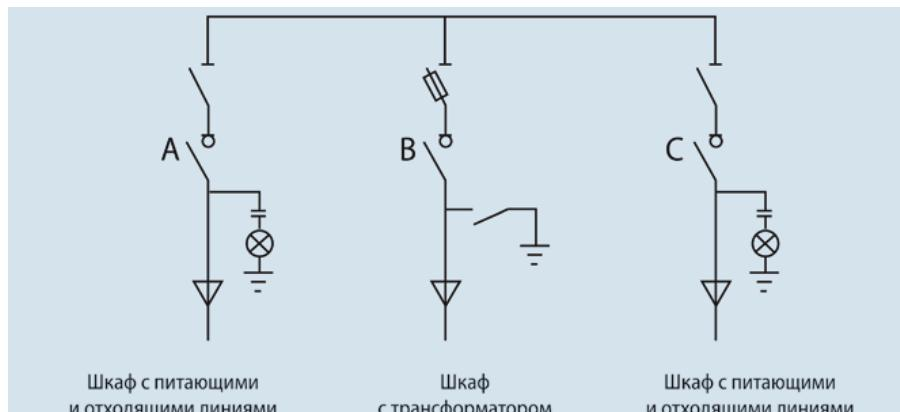

Рис. 5.2 Электрическая схема
5.3 Система снабжения состоит из трех блоков (см. рис.5.2). Когда одна из линий выходит из строя, она отключается и потребители получают электроэнергию по другой, резервной линии. Трансформатор может быть изолирован с помощью секционной ячейки и выведен в ремонт.